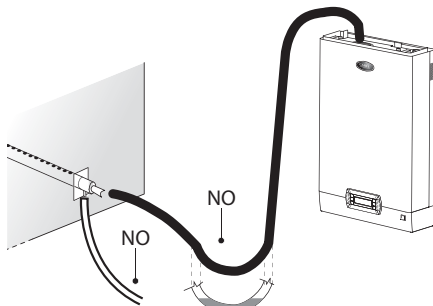

Fig. 3.d
Pour décharger ces accumulations, raccorder à la base du distributeur un tuyau de drainage avec un syphon et une inclinaison minimale de 5° (voir Fig. 3.d). Tuyaux CAREL de drainage condensation: code 1312353APG
- ☐ les tuyaux de sortie de la vapeur sont dirigés vers le haut et le distributeur a une inclinaison d'au moins 2° vers le haut (voir Fig. 3.c);
- ☐ les parcours des tuyauteries de la vapeur et de la condensation sont conformes aux descriptions de ce chapitre (voir Fig. 3.d);